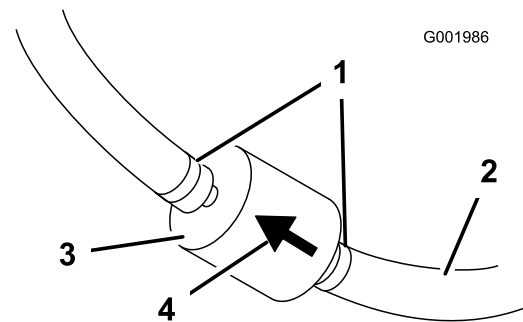

Figura 53
5. Premete le estremità delle fascette stringitubo ed allontanatele dal filtro (Figura 53).